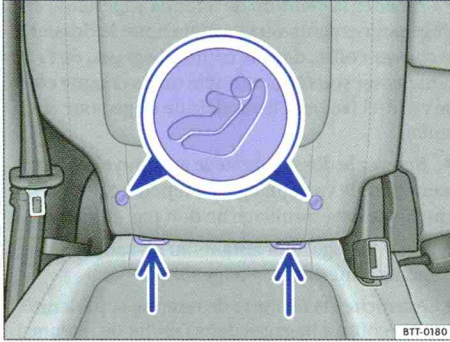
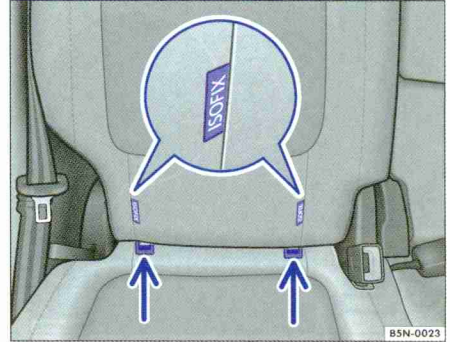

Fig. 68 Variante 1: identification des points d'ancrage inférieurs du siège pour enfants sur le siège du véhicule.
Fig. 69 Variante 2: identification des points d'ancrage inférieurs du siège pour enfants sur le siège du véhicule.
- Insérez le siège pour enfants dans le sens des flèches sur les œillets de retenue ⇒ fig. 68 ou ⇒ fig. 69. Le siège pour enfants doit s'enclencher de manière sûre et audible.
- Posez le siège pour enfants sur l'assise du siège et accrochez les crochets des ceintures de retenue dans les œillets de retenue ⇒ fig. 68 ou ⇒ fig. 69.